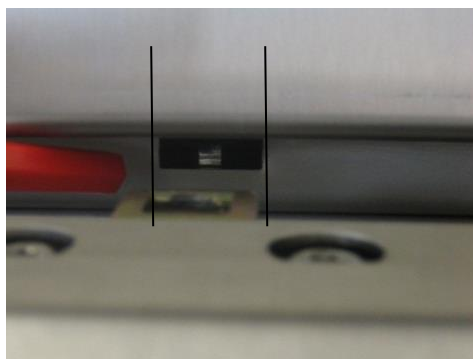

Abb. 5: Justageposition Verriegelung der Klapptüre
- Stimmt die Position der Klapptüre (Klapptüre waagrecht, Verriegelung mittig, siehe Abb. 5:).